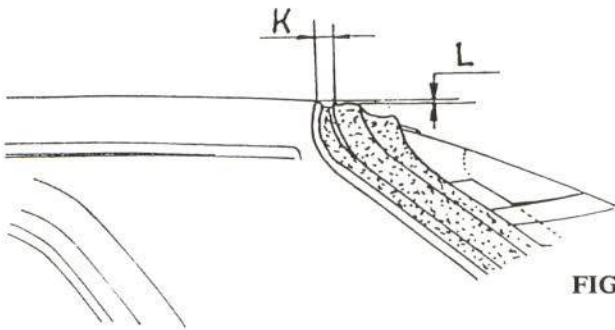

FIGURA 12.—Reglaje superior del portón
- Conseguir una cota de  $9,5 \pm 1$  mm. entre el borde del techo y el burlete de la junta según “K” (véase figura 12).
- Observar en enrasamiento “L” = 1 mm. como mínimo (véase figura 12).